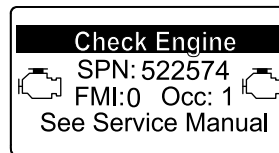

Рисунок 60
- Предупреждение о двигателе SPN 522574, FMI: 0 (Рисунок 60)